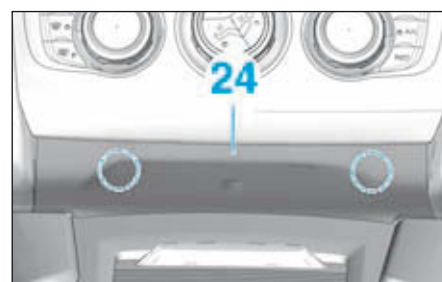

FIG.32
- Dégrafer la garniture (24) (Fig.32).
- Débrancher l'éclaireur et déposer la garniture (24).